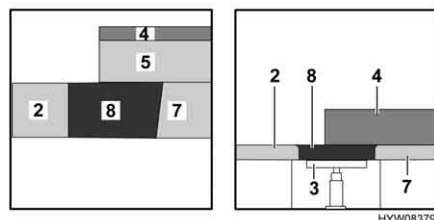

Fig. 41 Dopo la trasformazione
- Posizionare il cuscino aggiuntivo (Fig. 41,8) sul tavolo.